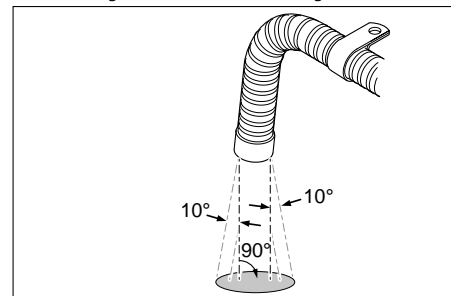

Abb. 21: Einbaulage des Abgasausslasses
- Abgasleitung maximal 150 mm vor dem Abgasausslass befestigen, so dass die Abgase in einem Winkel von 90° ± 10° zum Boden austreten. Siehe Abb. 21.